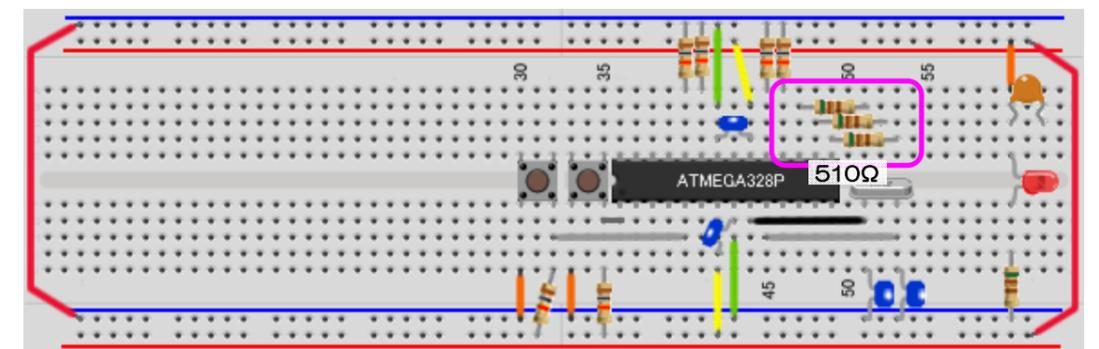

図6
- (4) 抵抗器 (510Ω) 3個を図6のように接続します。